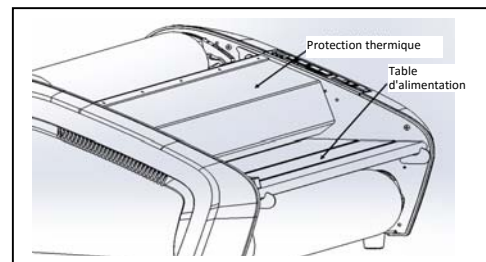

Figure 4
- PROTECTION THERMIQUE** : (Figure 4) Empêche tout contact involontaire avec les rouleaux thermiques. La PROTECTION THERMIQUE doit être abaissée pour que la machine puisse effectuer un cycle.
- TABLE D'ALIMENTATION** : (Figure 4) La table d'alimentation permet de positionner des objets à plastifier. La table d'alimentation doit être installée et verrouillée pour que la contrecolleuse puisse fonctionner.